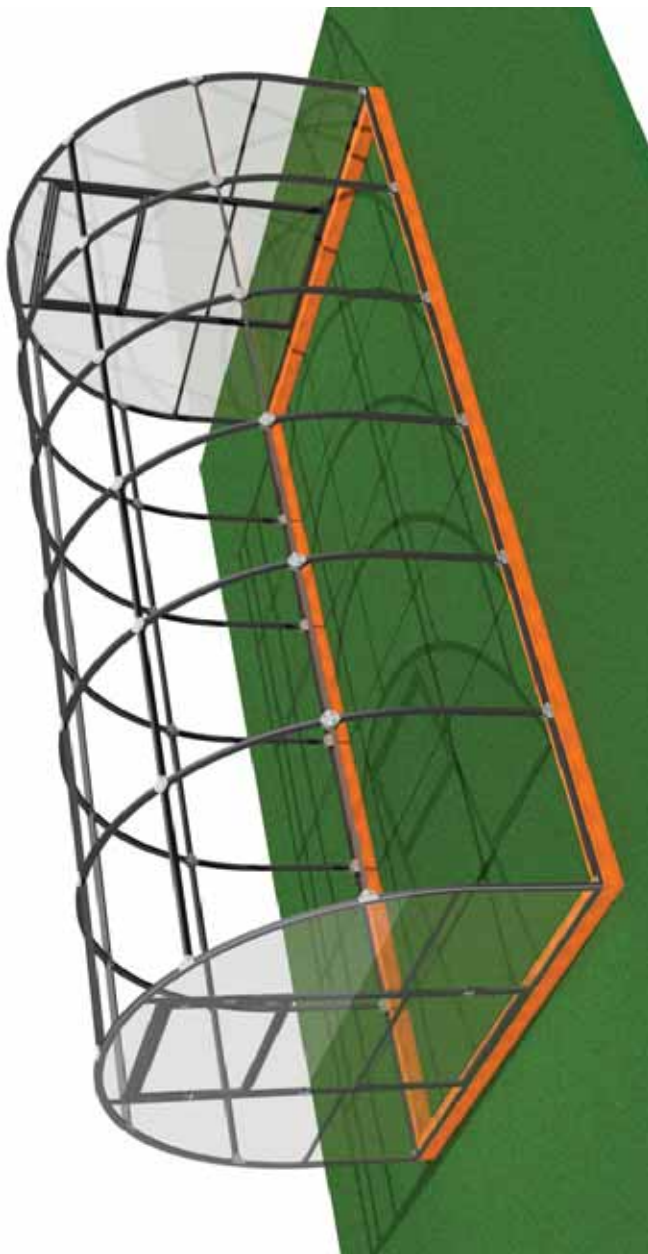

Рис. 11. Сборка конструкции
8. Повторять операции № 5 - 7 до полной сборки конструкции (рис.11).